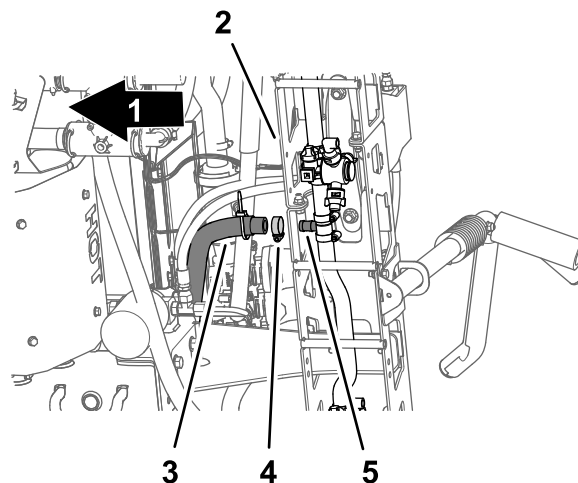

Figure 36
5. Sous la section de pulvérisation centrale, retirez le collier qui fixe le flexible d'alimentation de la section de pulvérisation centrale au raccord en T cannelé (Figure 36).